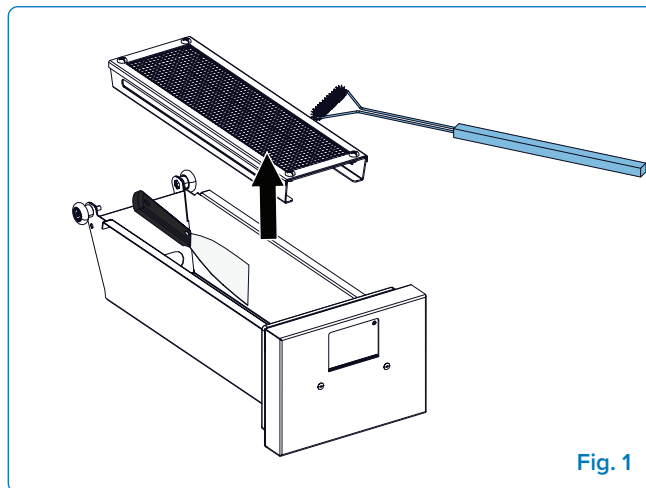

Fig. 1
4. **Retirer et nettoyer la grille** – Retirez le tamis qui retient les copeaux de bois. Secouez les débris restants et brossez-le pour le nettoyer (**Fig. 1**).